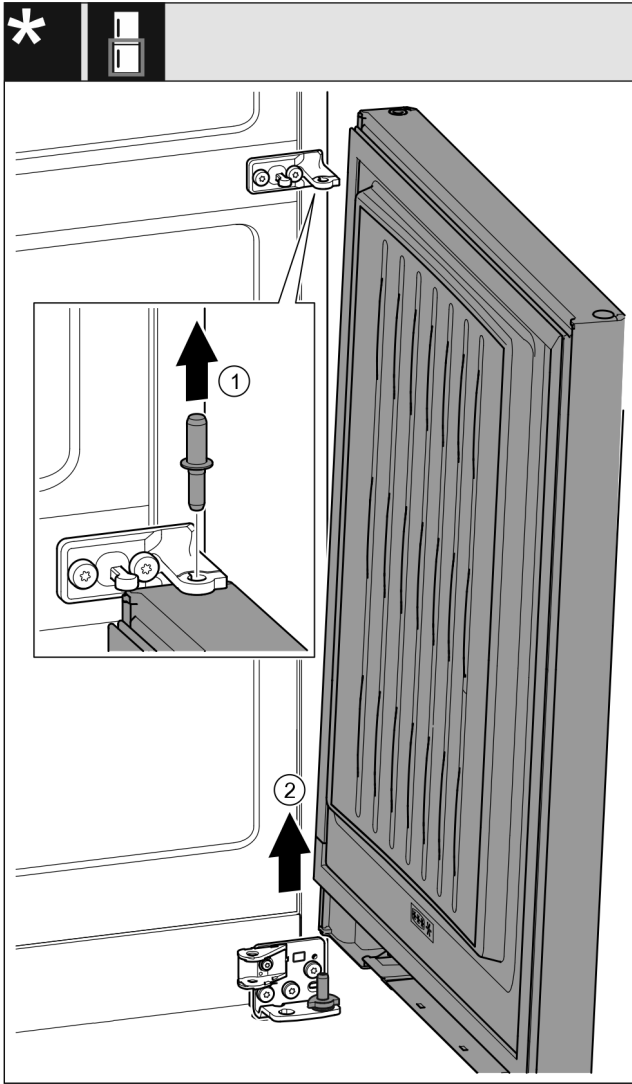

Fig. 31 Záráscsillapítóval*
- ▶ Húzza ki felfelé a csapszeget Fig. 31 (1).*
- ▶ Fordítsa ki az ajtót Fig. 31 (2), húzza fel, és tegye félre.*